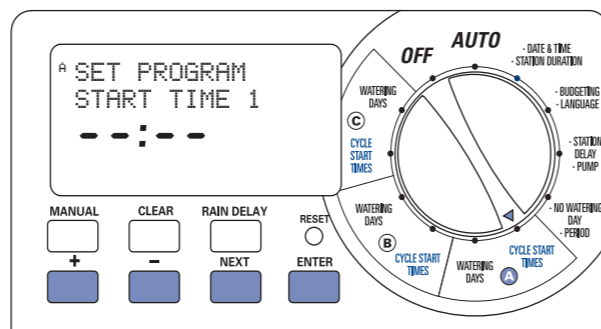

Abbildung 5: Startzeit einstellen
- Drehregler bei dem gewünschten Programm auf **CYCLE START TIMES** (Zyklusstartzeiten) drehen. In der Anzeige wird je nach ausgewähltem Programm A oder B oder C angezeigt. [Siehe Abbildung 5].